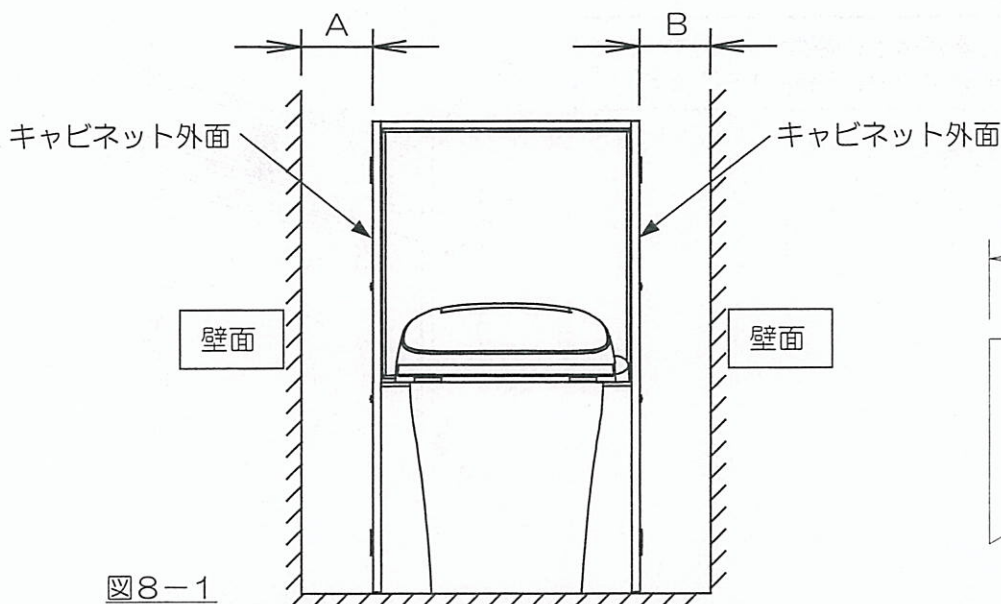

図8-1
(1) キャビネット外面と横壁との寸法A・Bを測定してください。(図8-1)